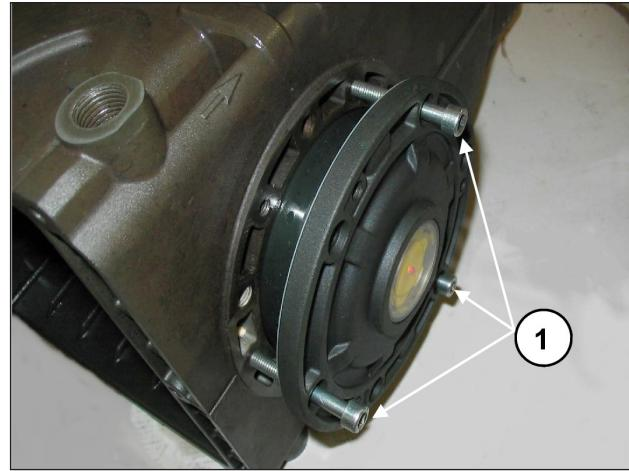

Fig. 8
Para facilitar a entrada da primeira seção e da relativa inserção das coberturas no cárter, aconselha-se o uso de três parafusos M6 x 40, parcialmente rosqueados, (Fig. 8, pos. ①) para, em seguida, completar a operação com os parafusos fornecidos (M6x16).